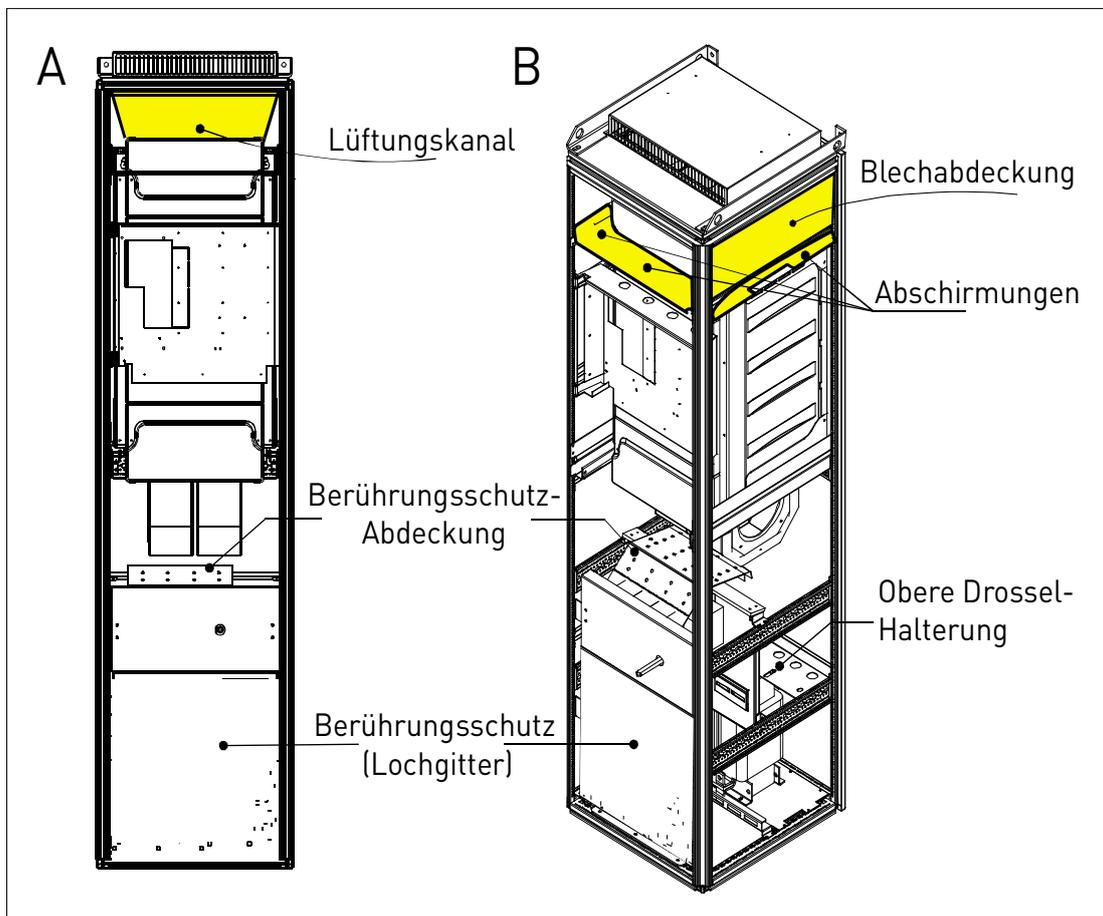

Bild 36. Lenkung der Warmluft zum Auslass oben am Schaltschrank, Lösung mit einem Schaltschrank
**HINWEIS:** Damit die Luft frei zirkulieren kann, muss die Berührungsschutz-Abdeckung am Schaltschrankboden aus Lochgitterblechen bestehen. Aus demselben Grund müssen die Sammelschienen-Schutzabdeckung sowie die obere Drossel-Halterung mit Öffnungen versehen sein. Siehe Bild 36.